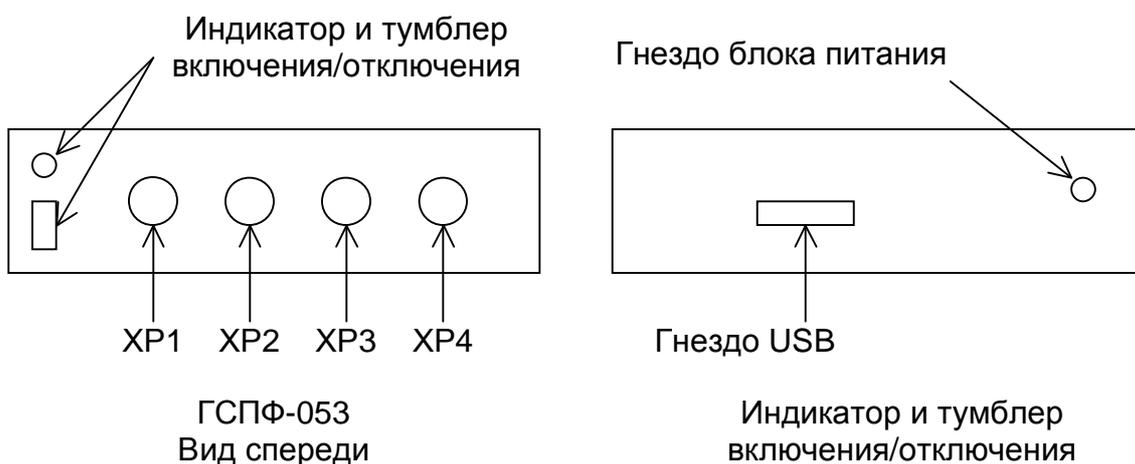

Рис. 6. 4
6.1.3.1 Расположение разъемов XP<1, ..., 4>, гнезда USB и подключения внешнего блока питания, тумблера включения/отключения питания показано на Рис. 6. 3.